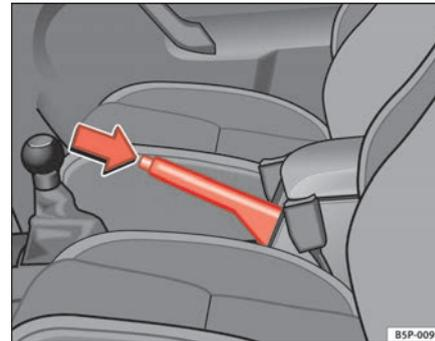

Abb. 144 Handbremse zwischen den Vordersitzen
⇒ Abb. 144.
- Ziehen Sie den Hebel etwas nach oben, drücken Sie den Entriegelungsknopf in Pfeilrichtung ⇒ Abb. 144 und führen Sie den Handbremshebel ganz nach unten ⇒ .